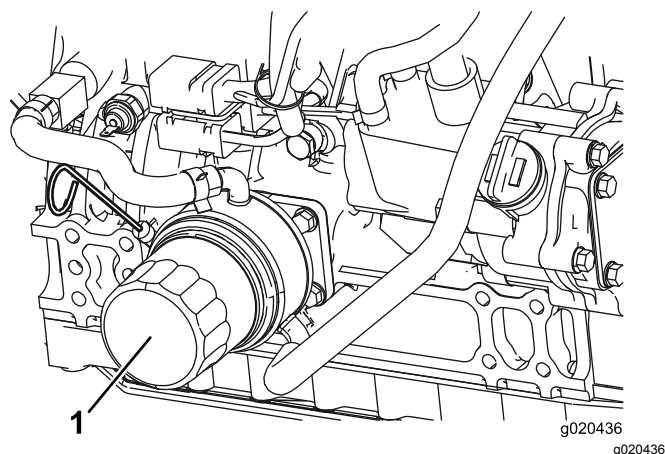

Figura 55
2. Retire o filtro do óleo (Figura 55).